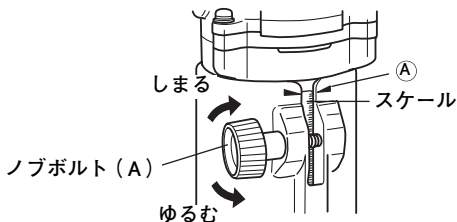

図 7
- (3) ベースの矢印 (図 7 の (A) 部) がスケールの目盛と合っているところを読みとります。
- (4) 切込む深さになるまでベースを移動させます。
- (5) 切込み深さが決まりましたらベースのノブボルト (A) を確実に締付けてください。(図 7)